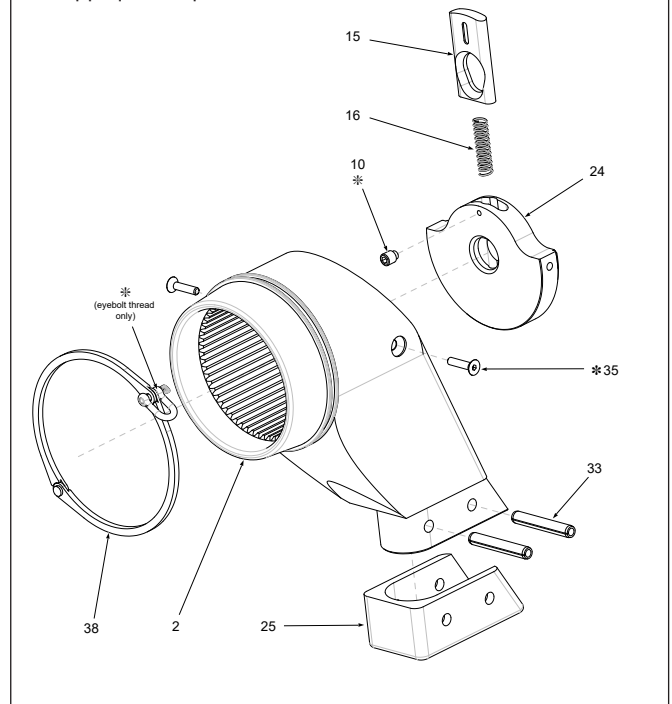

Figure 16 : Vue éclatée du bras de réaction
7.2.4 Démontage et remontage du bras de réaction (figure 16)